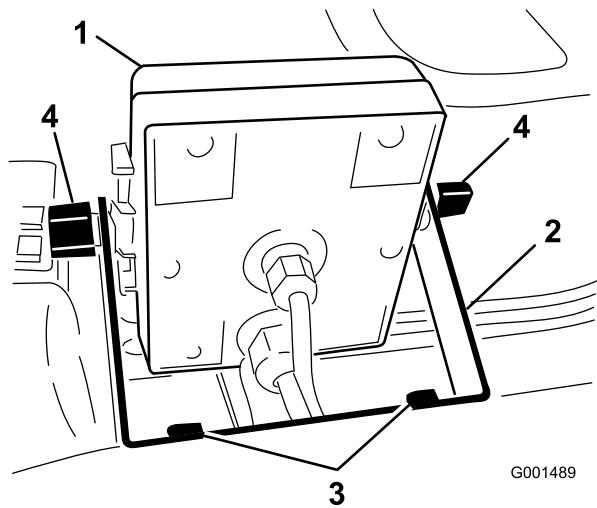
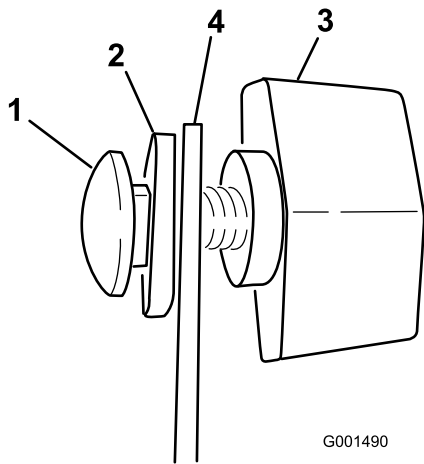

図 5
図 6
2. モニタのブラケットをダッシュボードに取り付ける; フランジヘッド・ボルト (1/4 x 3/4 in) 2本とフランジ・ナット (1/4 in) 2本を使用する (図 5)。
3. キャリッジボルト、ゴム・ワッシャ、ノブ各 2 個を、図 5 および図 6 のように仮止める。
- ブラケットにスプレープロを取り付け(図 5)、ノブで固定する。